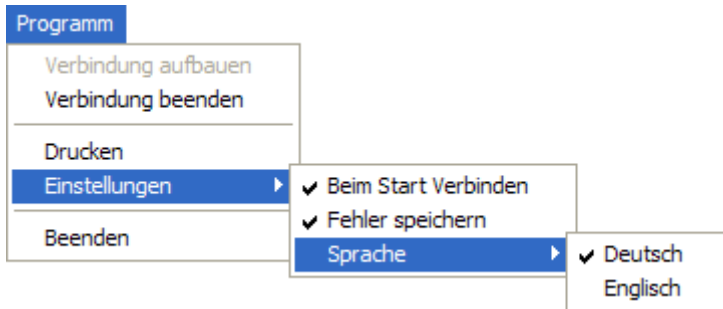

Abb. 13: Menü Balken
1. – Menüaufruf „Programm“. Weiter Abb. 13.